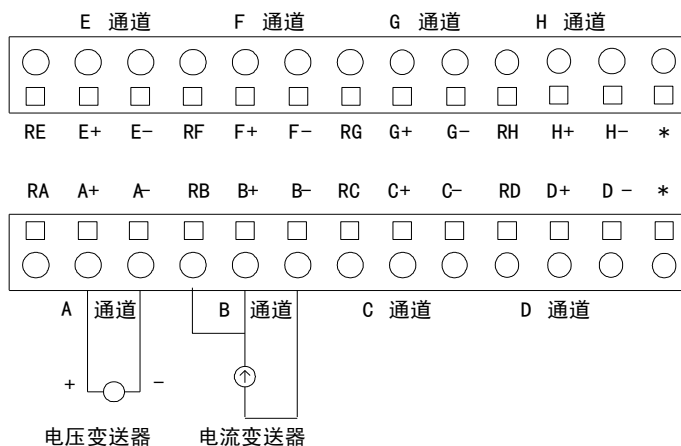

图3.2.20 LM3313端子定义与接线图
- 输入信号可以是电压信号也可以是电流信号。如图3.2.20所示，若输入信号为电压信号时，A+接电压变送器的正端，A-接电压变送器的负端。若输入信号为电流信